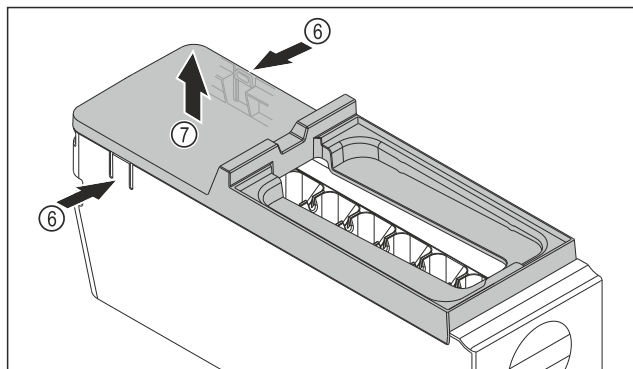

Fig. 79
- Odstráňte kryt korpusu EasyTwist-Ice: strmene Fig. 79 (6) na oboch stranách korpusu EasyTwist-Ice zatlačte rukou.
- Kryt Fig. 79 (7) odoberte druhou rukou smerom nahor.